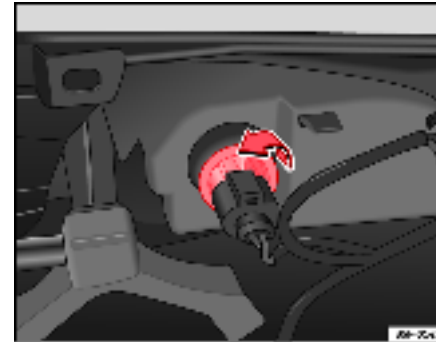

Fig. 194 Pilote de la face intérieure du pare-choc
- Tournez le porte-lampes vers la gauche puis retirez-le dans le sens de la flèche ⇒ fig. 194.